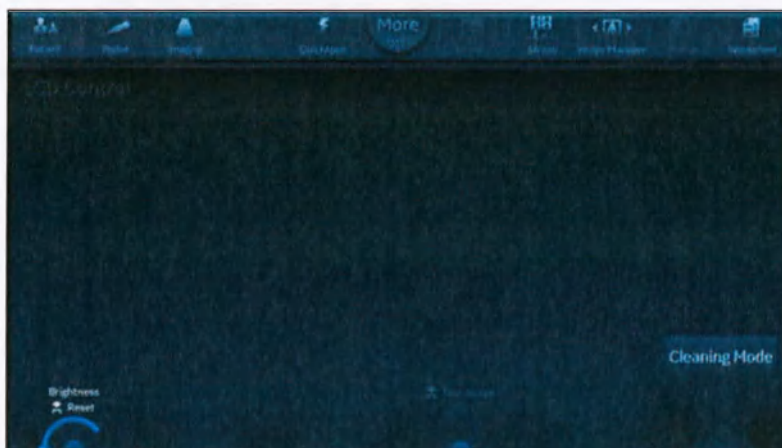

Рис. 2-15. Утилита настройки ЖК-экрана
2. Коснитесь вкладки **LCD setup** (Настройка ЖК-экрана). На сенсорной панели появятся несколько элементов настройки экрана (Рис. 2-15).